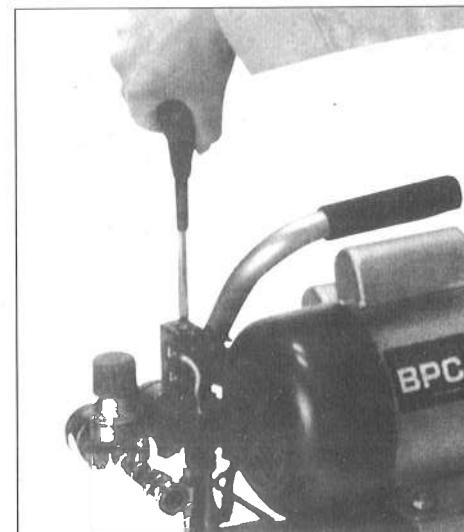

図7
- 圧力スイッチの上にネジがついています。ネジを右に回すとタンク内の圧力が高くなり、左に回すとタンク内の圧力が下がります。圧力の調整をするときは、タンク内圧力計を見ながら調整してください。(図7、8参照)